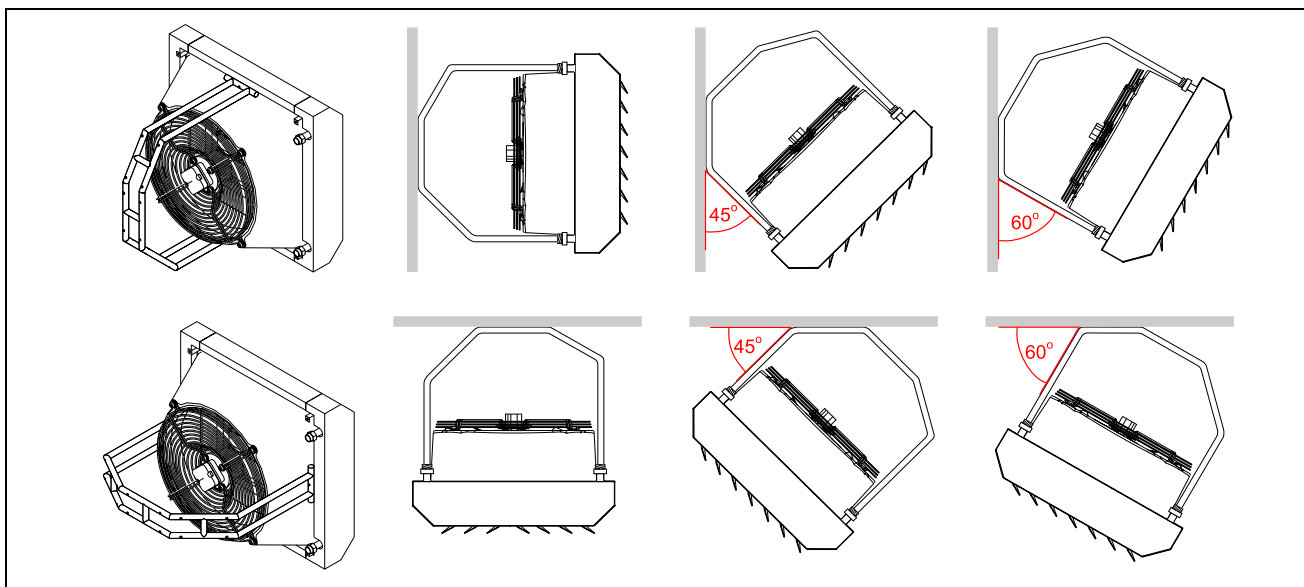

Figura 16
- Le ventilanti possono essere posizionate parallelamente alla parete, inclinate di 45° o di 60° rispetto alla parete (Figura 16).